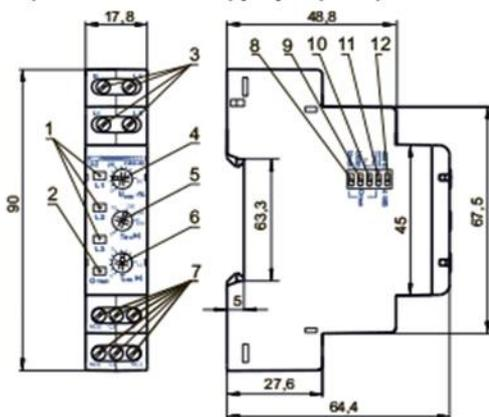

Рисунок 1
2) Регулятором **Uном ±%** (поз.4 рис. 1) установите необходимый порог срабатывания по максимальному и минимальному напряжению в процентах от номинального напряжения питания сети.
3) Регулятором **Тоткл (с)** (поз.6 рис. 1) установите время срабатывания защиты.
4) Регулятором **Твкл (с)** (поз.5 рис. 1) установите время АПВ.
5) Переключателями срабатывания защиты (поз. 8 – 11 рис. 1) включите необходимые защиты.
6) Переключателем **400 В / 415 В** (поз. 12 рис. 1) установите тип используемой сети.